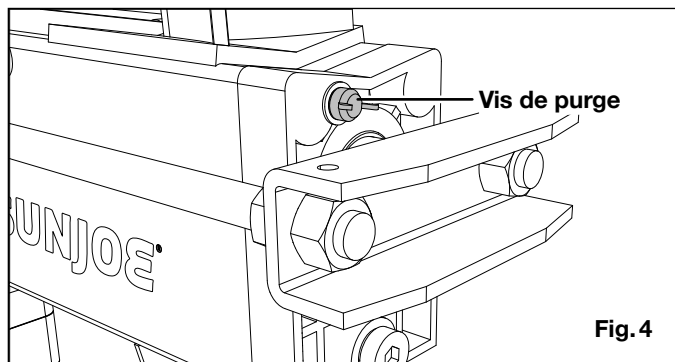

Fig. 4
1. Avant d'utiliser la fendeuse de bûches, desserrez la vis d'évacuation d'air de trois ou quatre tours dans le sens antihoraire pour permettre à l'air du circuit hydraulique d'être purgé (Fig. 4).